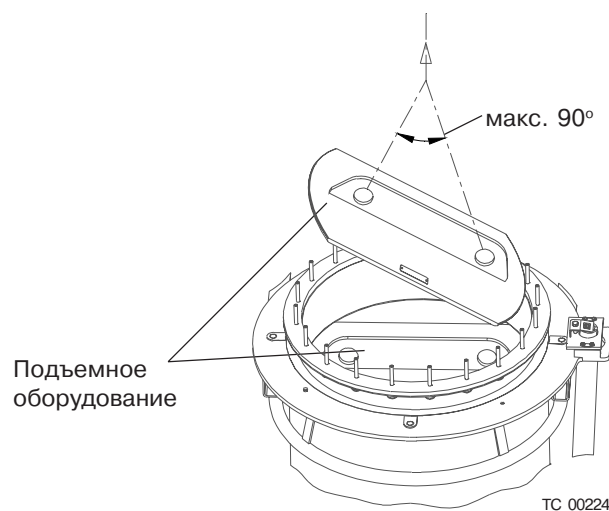

Рис. 25.
- Используйте подъемное оборудование LL 136 016-D для системы типа UCL, и LL 135 016-A для системы типа UCG в положении согласно Рис. 25.
Поднимите устройство РПН на вилку (использовать подъемное оборудование, см. Рис. 25). Установите устройство РПН в правильное положение для монтажа системы внешнего вала (см. чертеж трансформатора). Вставьте поставленные направляющие болты DS 7 и изолирующие втулки (не включены в поставку) в нижний фланец, см. Рис. 20. Направляющие болты должны войти в отверстия вилки и закреплены по керну на штифтах. Когда устройство РПН установлено на своем месте, снимите подъемное оборудование.
Поднимать можно только с помощью подъемного оборудования LL 136 016-D для системы типа UCL и LL 135 016-A для системы типа UCG, см. Рис. 26. Используйте оборудование со стороны нижнего фланца. Подъемное оборудование необходимо наклонять при монтаже и демонтаже, см. Рис. 25.